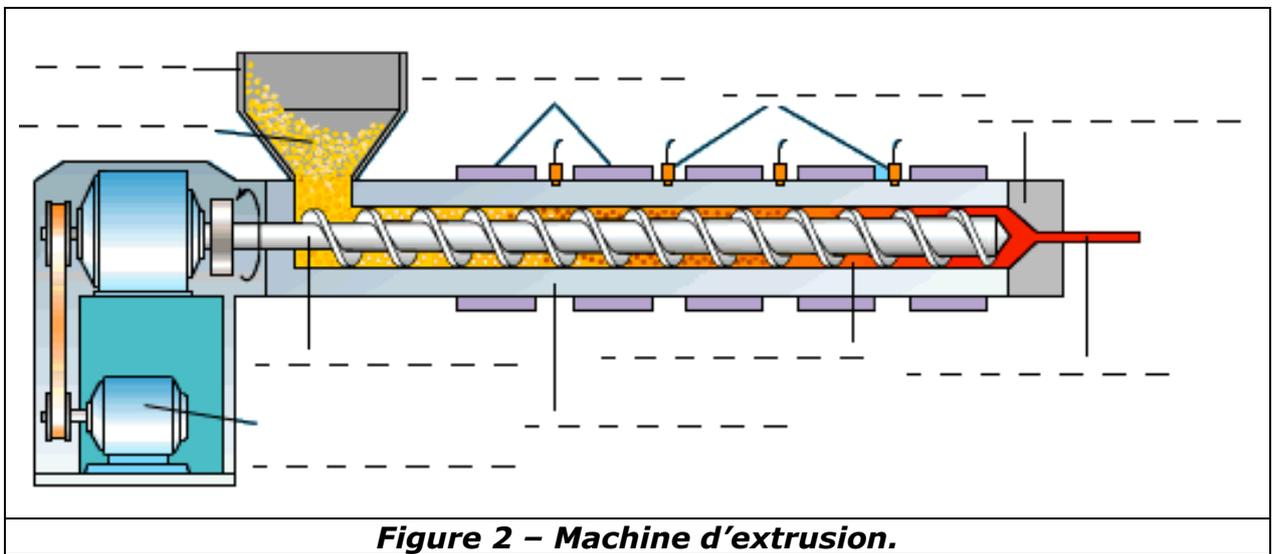

Figure 2 – Machine d'extrusion.
La figure 2 montre une machine d'extrusion type.
2. Nommer les différents éléments de cette machine (figure 2) ;